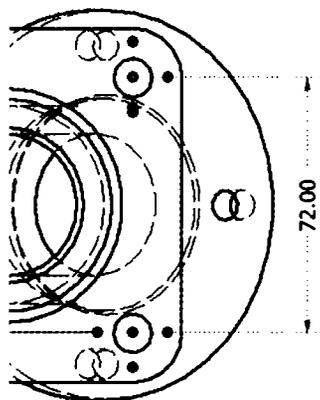

Рис. 2.21. Щелкните маркер центра или любую другую геометрию, чтобы нанести размер
4. Щелкните на маркер центра в нижнем и верхнем правом углу (рис. 2.21).